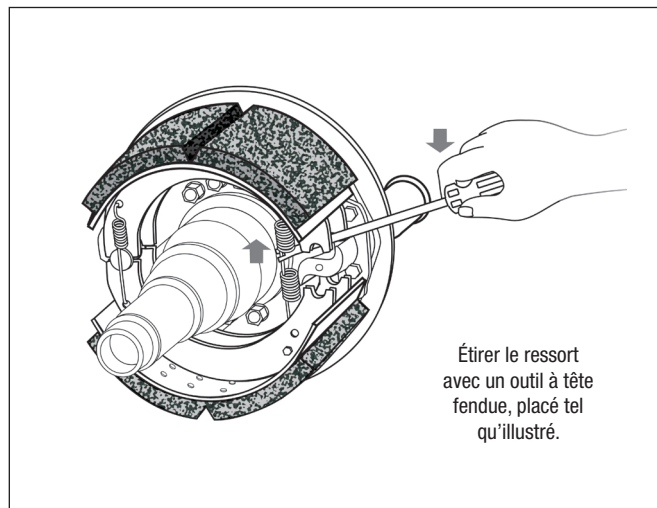

Figure 63 – Pose du ressort de rappel
- Poser le ressort de rappel. S'assurer que les crochets du ressort sont tournés vers les galets. Cf. Figure 63.